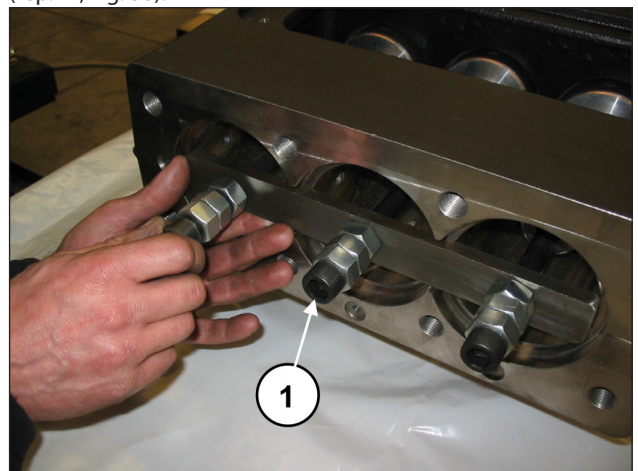

Fig. 38
Faire avancer les demi-bielles dans la direction de la partie hydraulique et les bloquer à l'aide de l'outil (réf. 27566200 (rep. ①, Fig. 38).